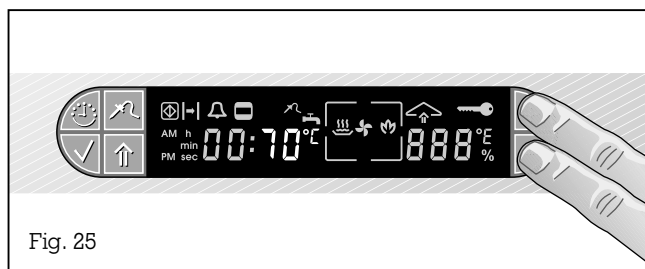

Fig. 25
- Appuyez sur les touches + et - pour entrer une valeur comprise entre 1 °C et 99 °C (voir tableau et fig. 25).